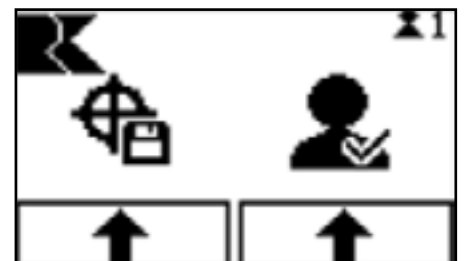

Abbildung 12 - Kurzmenü
-> Die Anzeige des Kurzmenüs, wie in Abbildung 12 zu sehen, öffnet sich.